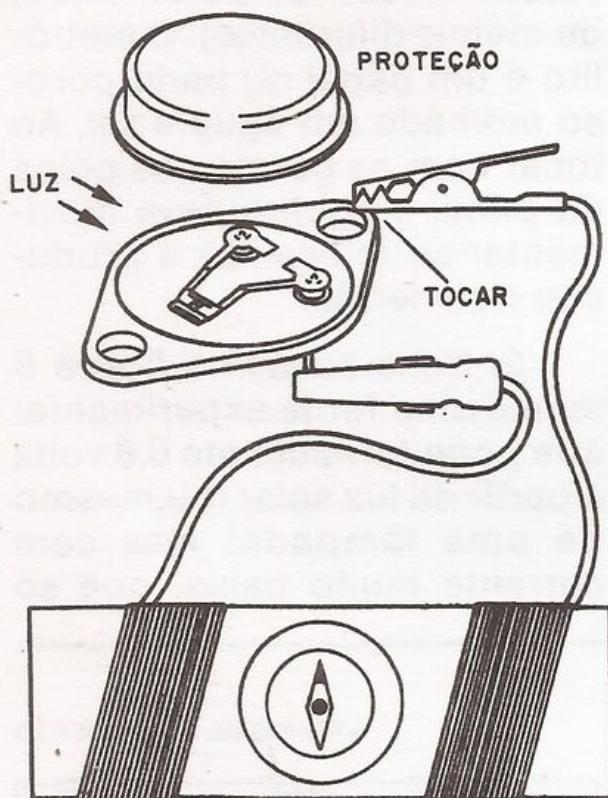

figura 6
2. Pilha solar: na figura 6 temos uma fonte experimental que pode fornecer até 0,6 volts a partir da luz solar (ou mesmo de uma lâmpada) mas com corrente muito baixa, que só